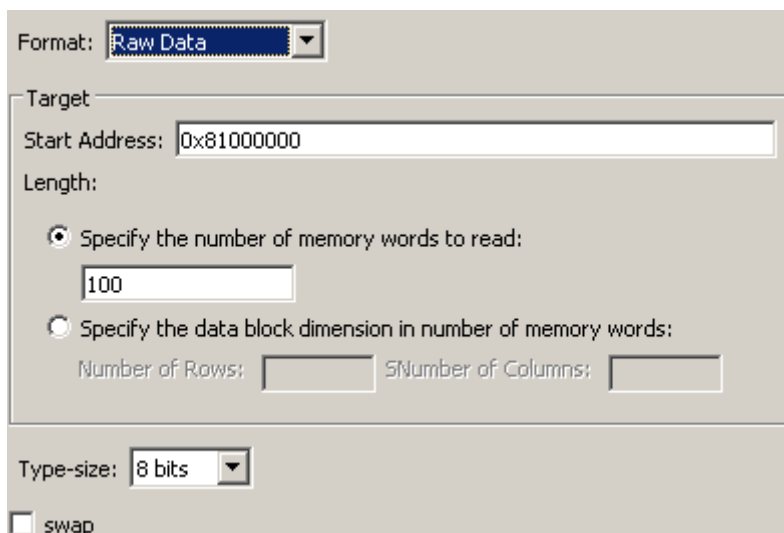

图 1-1-17
3. 设置完路径和名称后点击[Next]，设置数据格式、起始地址、长度、字长，如图 1-1-17 所示。最后点击[Finish]等待数据保存完毕。